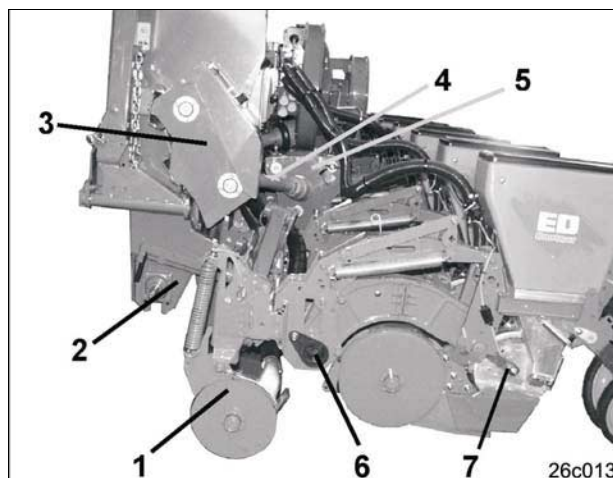

Рис. 27
Привод дозирующих дисков высеваящих аппаратов производится от приводных колес (Рис. 27/1) через:
- цепную передачу (Рис. 27/2)
- 36-ступенчатый механический регулирующий редуктор (Рис. 27/3).
- карданный вал (Рис. 27/4) и
- вторичную передачу с реверсированием (Рис. 27/5).
Передачу усилия от приводного вала высеваящих аппаратов (Рис. 27/6) на дозирующий диск берет на себя центральный привод. Центральный привод состоит из шестерней и втулочно-роликовой цепи, безопасно установленной в нижней тяге (Рис. 27/7) параллелограммной направляющей.